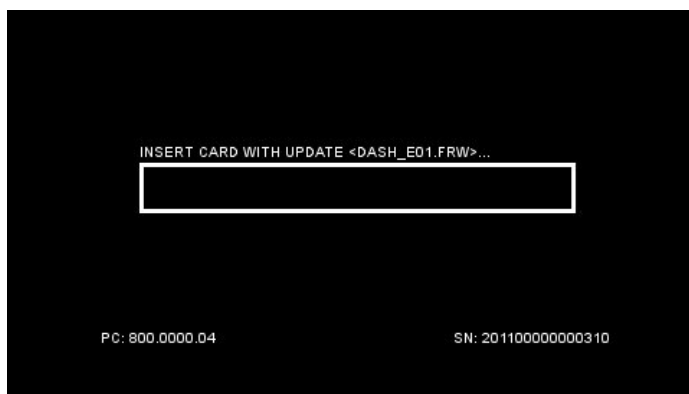

Figura 6.3: Tela de atualização do *Firmware*.
7. *Ligue o TDL 3.2 novamente e aguarde com o dedo pressionado na tela por 20 segundos, até aparecer a tela de atualização. Ver figura 6.3;*
Abaixo na figura 6.3, pode-se ver uma reprodução da tela de atualização do Dashlogger.